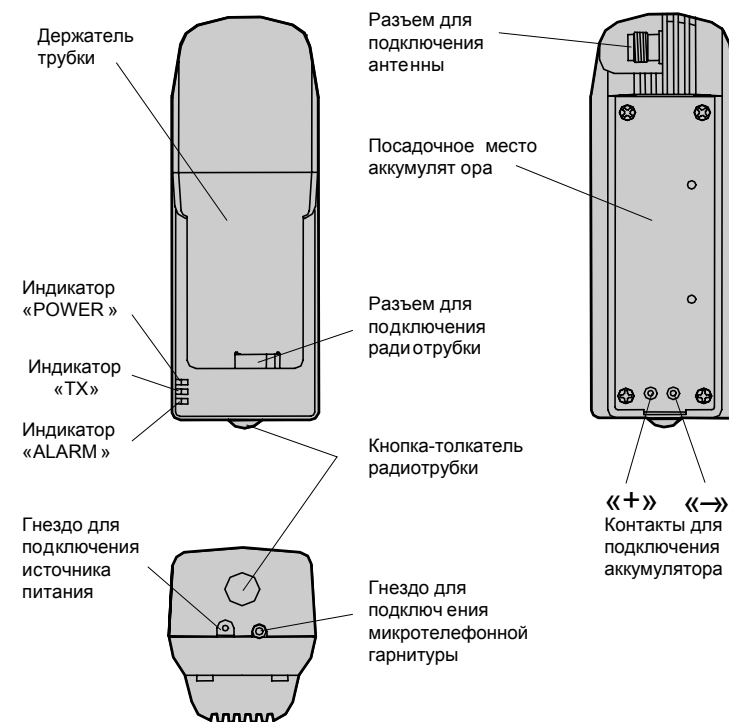

Рис. 1
3. При эксплуатации усилителя с микрофонной гарнитурой вставьте штекер последней в соответствующее гнездо усилителя (см. рис. 1).
**Внимание!!!** Чтобы отключить радиотрубку от усилителя и извлечь из держателя, пользуйтесь кнопкой-толкателем (см. рис. 1), нажимая ее до упора. Не пытайтесь вытащить радиотрубку из держателя каким-либо другим способом. Не прикладывайте силу. Это может привести к поломке фиксатора разъема. Трубка легко выходит из держателя после нажатия на кнопку-толкатель.